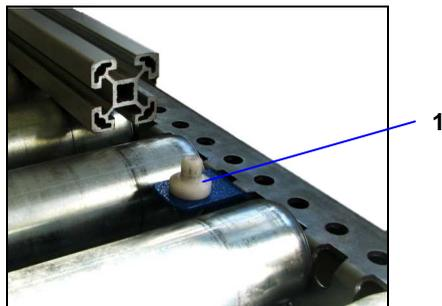

Рис.12
- Пошатать винты закрепляющие шипы ведущие [1] профиль линейки (рис.12)
- f) Передвинуть шину в максимально крайнее положение с одной стороны и закрутить крепежные винты [1] шипов ведущих профиль линейки [2] (рис.12). Действия повторить для второй стороны. Линейка должна свободно перемещаться по роликовой подаче. В случае сложностей с перемещением линейки следует провести корректировку крепежа линейки. Для этого необходимо пошатать винты (рис.16) установить скольжение на соответствующей высоте позволяющей свободное перемещение линейки и закрутить винты.